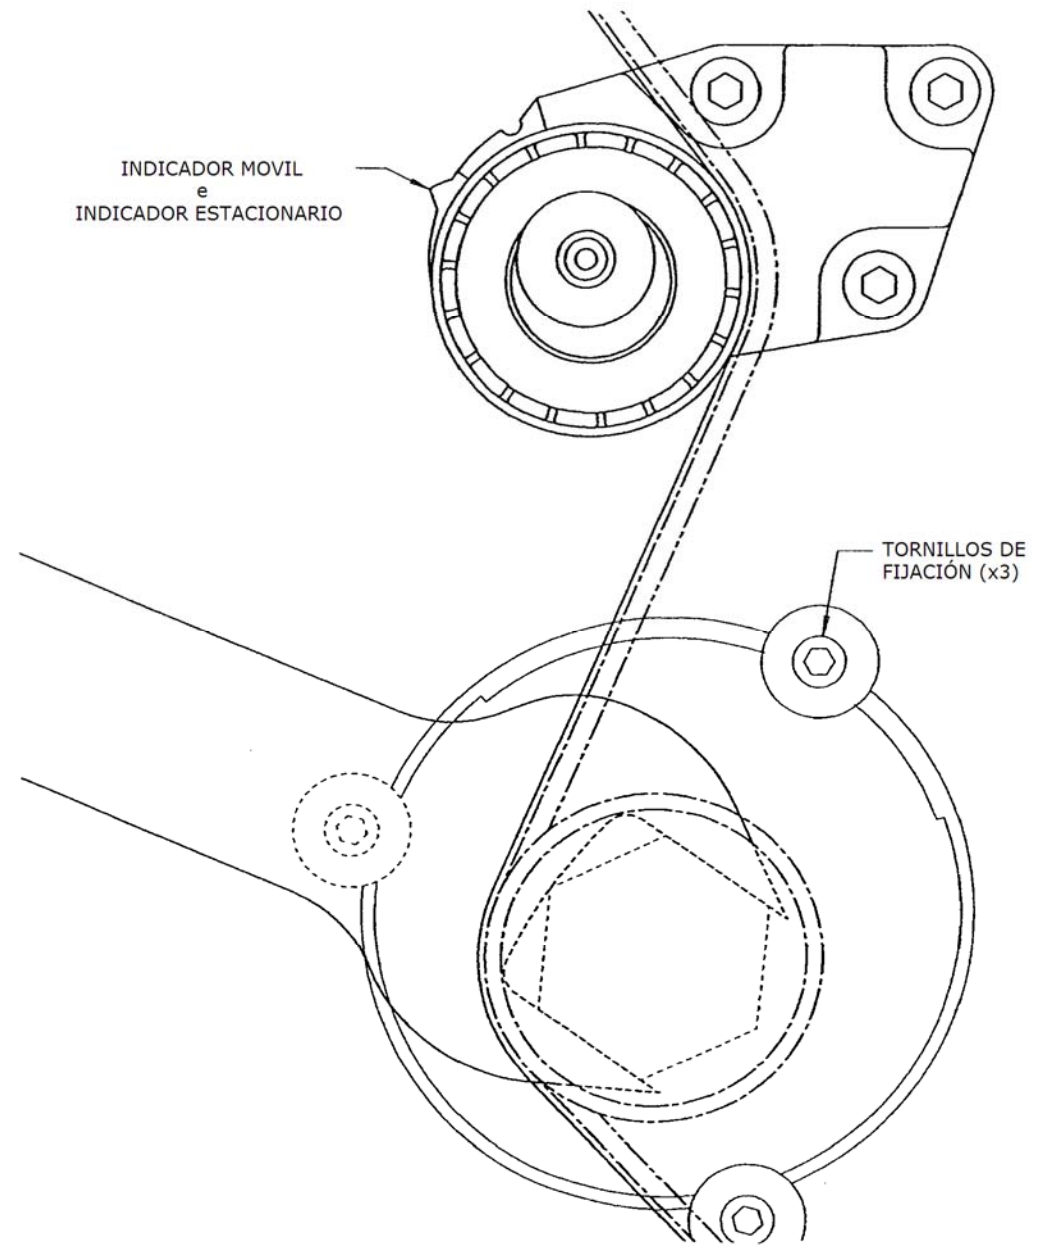

Figura 6: tensor en posición nominal
9. Continúe girando el cuerpo de la bomba de agua hasta que el Indicador Móvil\* se alinee con el Indicador FIJO\*\* sobre el conjunto soporte del tensor, luego ajuste los tres tornillos de sujeción (25Nm) alrededor del cuerpo de la bomba de agua (Ver Figura 6).